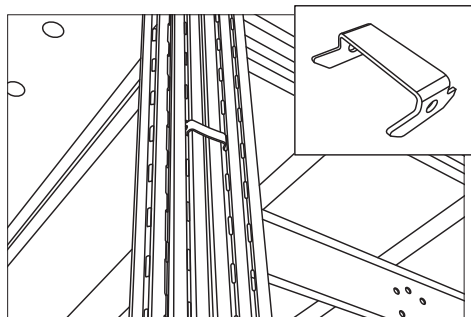

Рис. 24. Соединение секций стеллажей скобой соединительной.
3) Крепление секций с помощью скобы ГТС соединительной. Скоба соединительная ГТС используется для соединения стоек смежных секций стеллажей при их размещении по схеме «спина к спине» (рис. 24). Для высоты стеллажей до 2500 мм используется 1 скоба, для 3000 мм — 2 скобы, для 3500 мм и выше — 3 скобы.